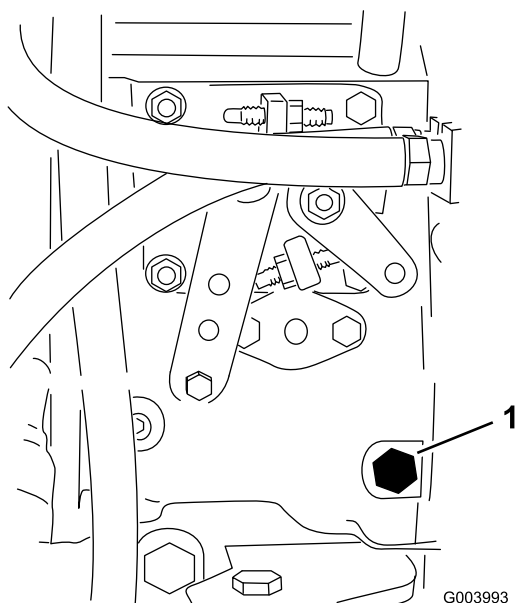

Figura 30
3. Con una chiave di 12 mm aprite la vite di spurgo dell'aria, situata sulla pompa di iniezione del carburante (Figura 30).